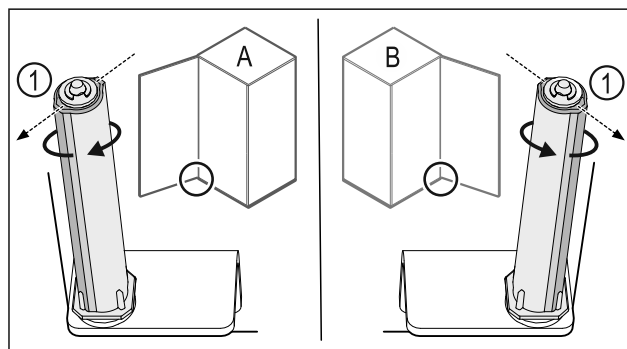

Fig. 33 Battuta a sinistra (A) / battuta a destra (B)
- Ruotare il sistema di chiusura contro la resistenza fino a quando la sporgenza del sistema di chiusura Fig. 33 (1) non è rivolta verso l'esterno.